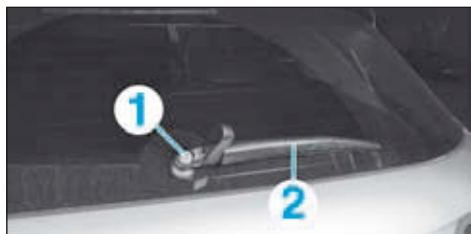

FIG.80
- Déposer l'écrou (1) et extraire le bras d'essuie-vitre (2) (Fig.80).